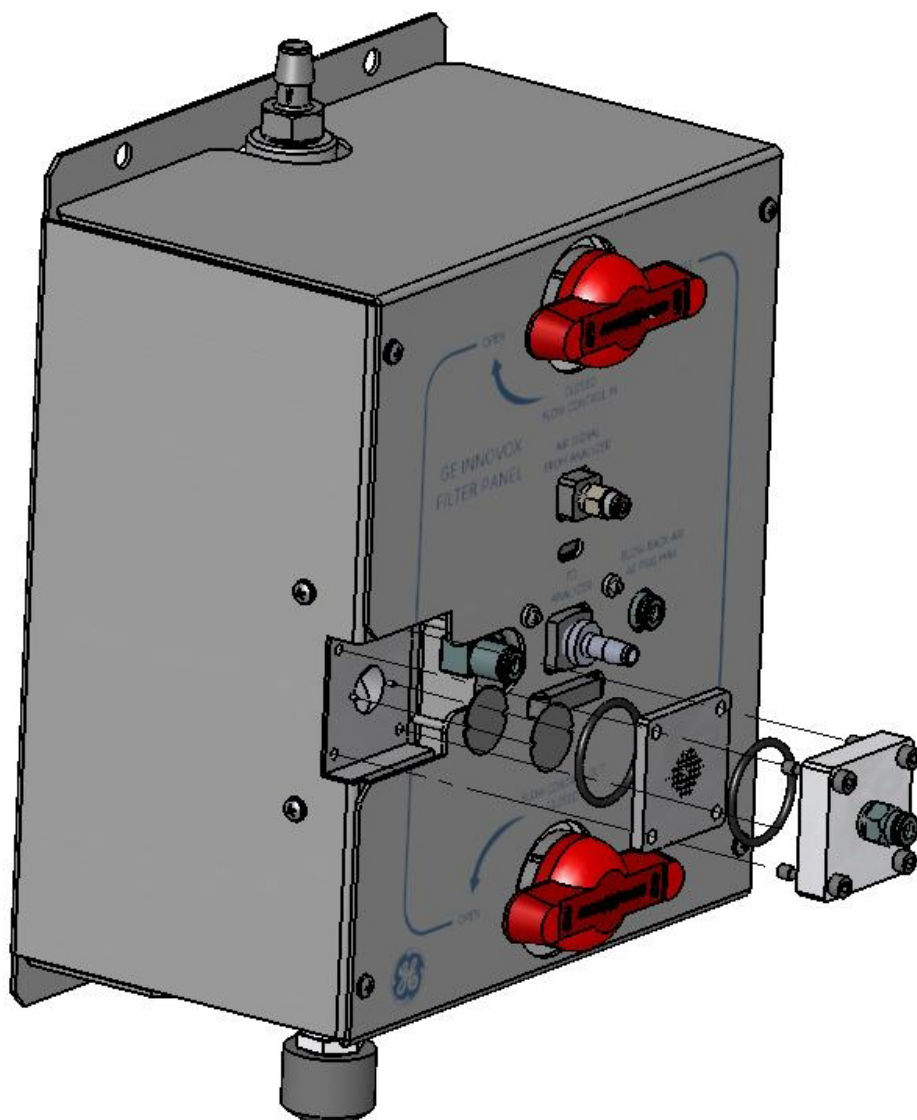

Figure 5 : Boîtier du filtre et tamis
5. Desserrez les quatre vis imperdables sur le boîtier du filtre et enlevez le couvercle et la plaque de diffusion (voir Figure 5).
5. Desserrez les quatre vis imperdables sur le boîtier du filtre et enlevez le couvercle et la plaque de diffusion (voir Figure 5 à la page 40).